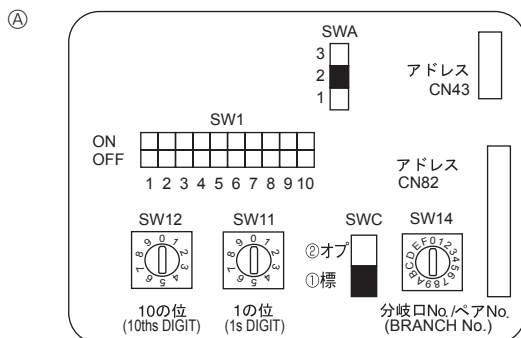

Fig. 6-4
6.5. Configuration des adresses (Fig. 6-4)
- ① Comment définir les adresses
- ② Comment définir les numéros des ramifications SW14 (série R2 seulement)
6.6. Réglage des interrupteurs pour différentes hauteurs de plafond (Fig.6-4)
6.7. Détection de la température ambiante à l'aide du capteur intégré de la commande à distance (Fig.6-4)